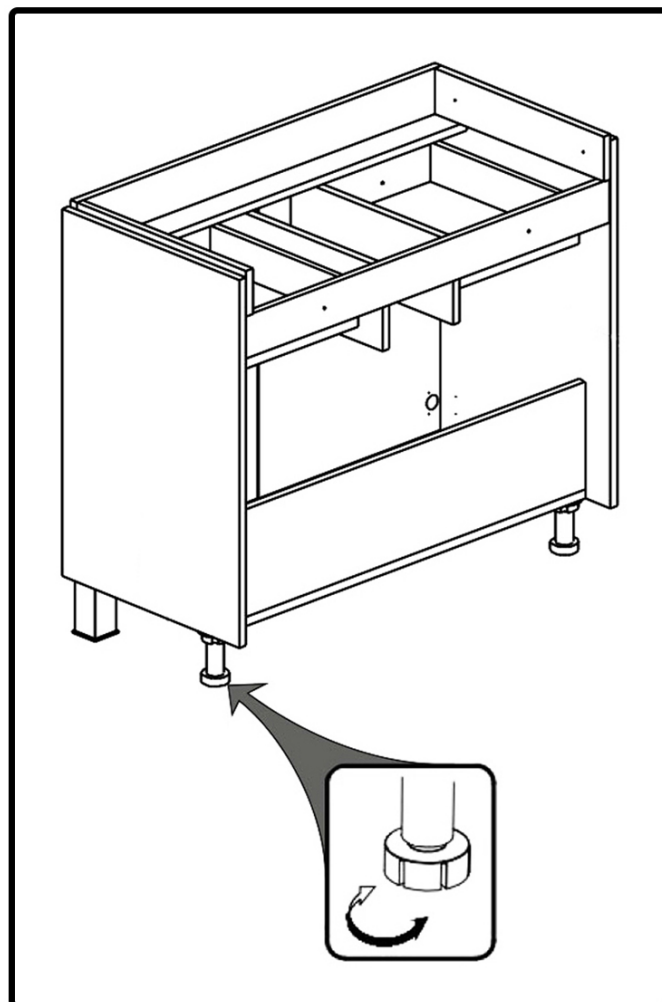

РИС.2 РЕГУЛИРОВКА НОЖЕК
- Затем производим установку опор и ручек, которые идут в комплекте. Тумбу придвигаем к стене в запланированное место и выставляем по уровню при помощи регулирующих ножек (количество ножек варьируется от 2-х до 4-х в зависимости от модели **(рис.2)**).